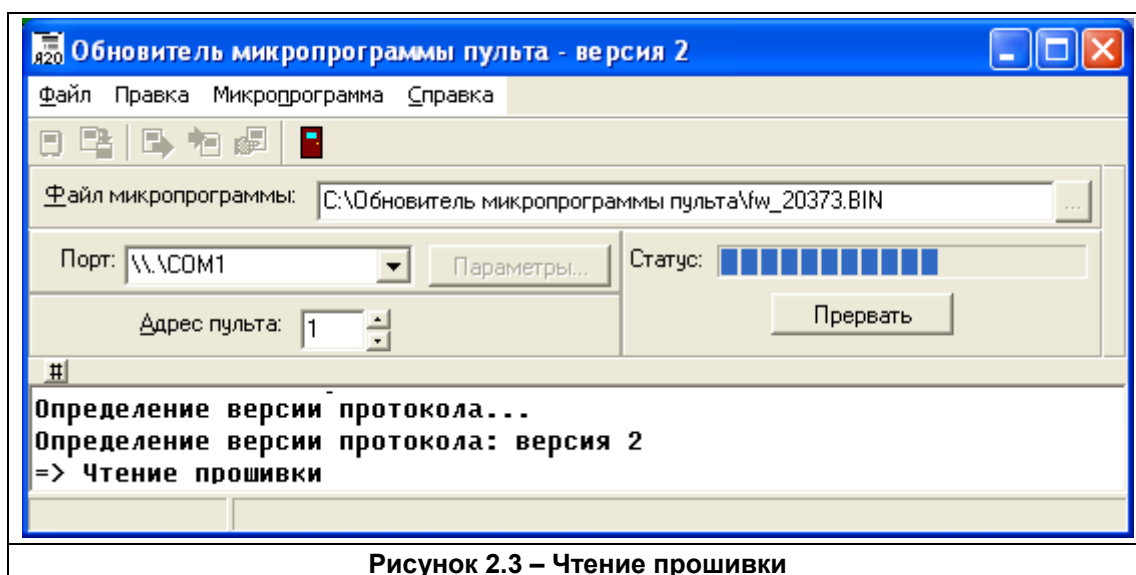

Рисунок 2.3 – Чтение прошивки
- ✓ Если проводится перепрограммирование прибора «А-20» со второй версией протокола, то программа приступит к выполнению команды «Считать из пульта в память компьютера» (см. рисунок 2.3).
Произойдет повторное определение версии протокола (см. п. 2.1, рисунок 2.3).